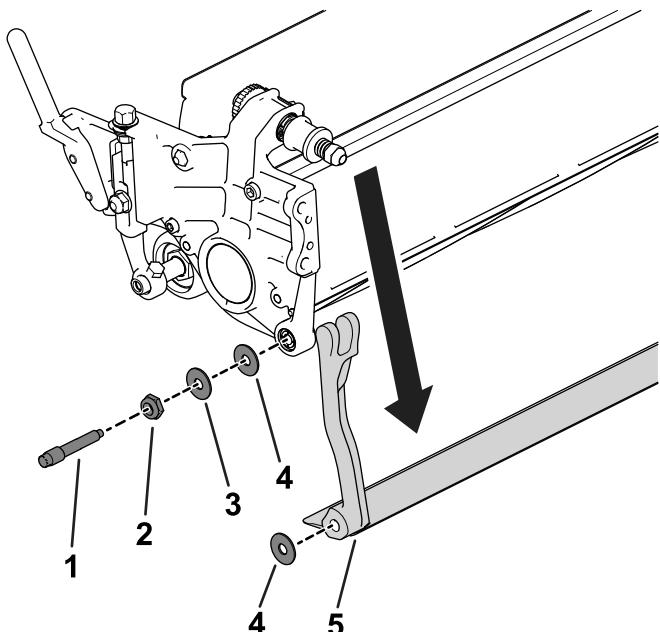

Figura 19
- Em cada um dos lados da máquina, desaperte a porca de bloqueio que se mostra na Figura 19.
- Remova cada um dos parafusos da barra de apoio, de modo a puxá-la para baixo e retirá-la da unidade de corte (Figura 19).
Guarde as duas anilhas de aço e a anilha de plástico de cada uma das extremidades da barra de apoio (Figura 19).
3. Coloque uma anilha de nylon de cada lado da placa lateral. Coloque uma arruela de aço no exterior de cada uma das arruelas de nylon (Figura 19).